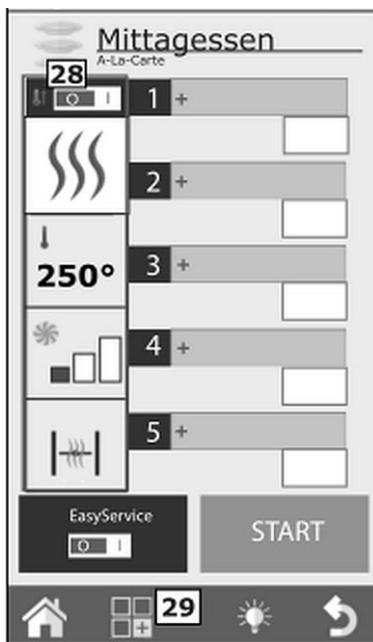

Abb. 36
1. Um ein Programm Rack Control zu ändern, betätigen Sie nach dem Öffnen von diesem die Taste 28 (Abb. 36) in der linken Spalte der angezeigten Einstellungen.
2. In diesem Fall drücken Sie die Taste Funktionen (29, Abb. 36) und fahren Sie mit den Einstellungen fort, wie im Abschnitt „Kopieren, Verschieben, Umbenennen und Löschen von Garprogrammen“ beschrieben.
3. Drücken Sie dann die Taste Funktionen (29, Abb. 36) und fahren Sie mit der Speicherung des Programms fort, wie im Abschnitt „Speicherung eines Garprogramms“ erklärt.